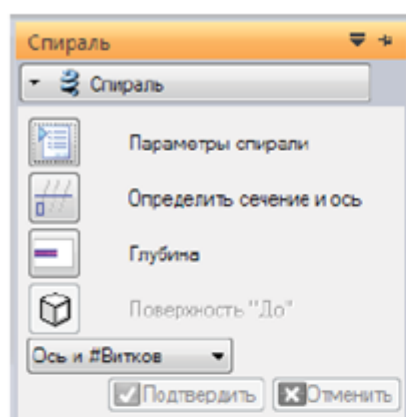

Рис.2.14. Меню команды
1. После щелчка ЛКМ по иконке команды необходимо указать в графическом окне последовательно сечение и прямолинейную ось направляющей и подтвердить выбор, после чего станут доступны все параметры и опции меню команды (рис. 2.14), при этом в графическом окне появится быстрое меню задания количества витков и шага, а также стрелка указания направления. Кнопка **Сечение и ось** в любой момент доступна в меню команды.